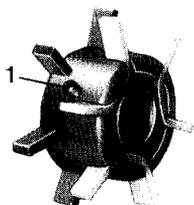

Fig. 30
Il faut utiliser les roues distributrices spéciales pour haricots (fig. 30) avec les ergots élastiques au lieu des roues distributrices normales. Les ergots élastiques sont longs et arrivent jusqu'à la vanne, même en position 8 des vannes, en assurant une distribution régulière. Etant donné que les ergots sont élastiques, ils ne peuvent pas endommager les semences.
6. Placer l'arbre de distribution avec les roues de distribution pour haricots. Il ne faut pas encore serrer la vis (fig. 30/1).
7. Raccorder l'arbre de distribution avec l'arbre de sortie à l'aide de la goupille fendue, monter le palier de butée (fig. 31/3), fixer les roues distributrices pour haricots à l'aide de la vis (fig. 30/1) sur l'arbre de distribution de façon à ce que la vis arrive dans la rainure de l'arbre de distribution.